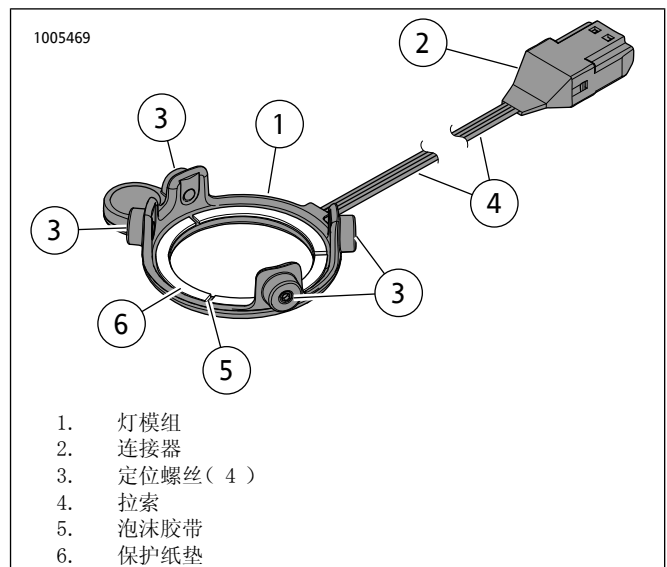

图1。圆形Stage I扬声器LED灯
3. 参见图1。从灯模组(1)背面的泡沫胶带(5)去掉保护纸垫(6)。